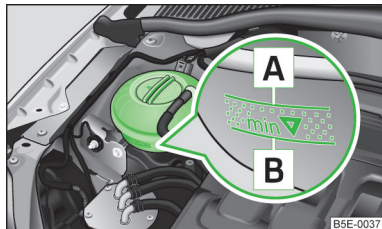

Fig. 150
expansiune al lichidului de răcire » fig. 150 la pagina 176.
- > Verificați nivelul lichidului de răcire la vasul de expansiune al lichidului » fig. 150.
- Nu adăugați lichid de răcire deasupra marcajului **A** » fig. 150.